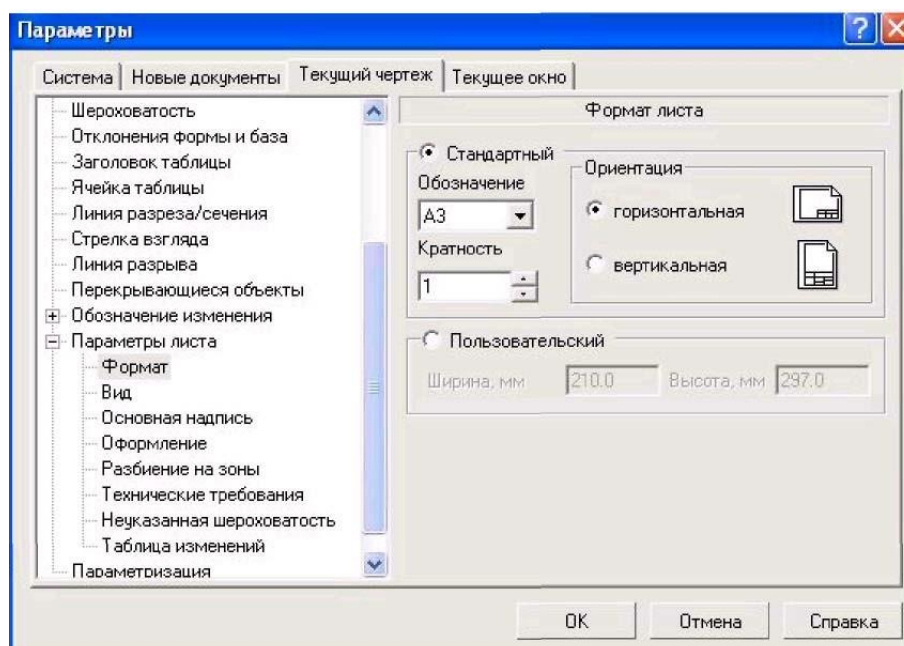

Рис. 1.13. - Диалоговое окно **Параметры**
2) в появившемся диалоговом окне «**Параметры**» выбрать строку **Параметры листа**, а затем строку **Формат** (рис. 1.13);